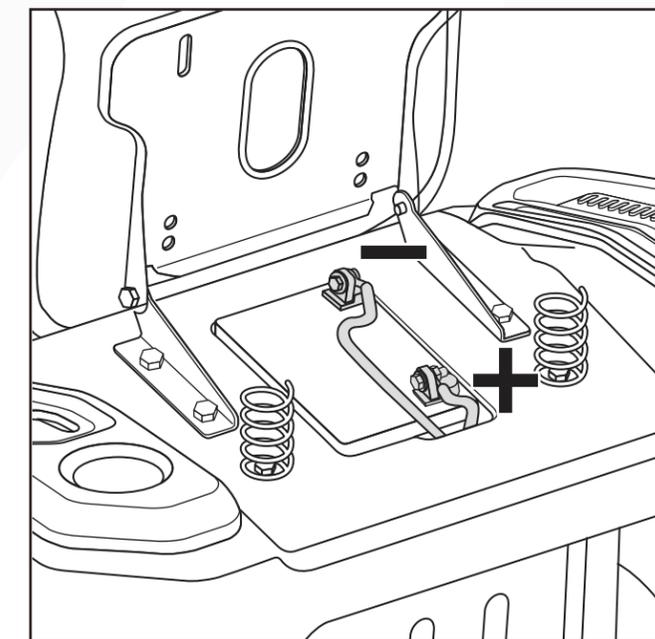

Fig. 31
2. Desconecte los cables NEGATIVOS (-) de la batería primero. (Fig. 31 )